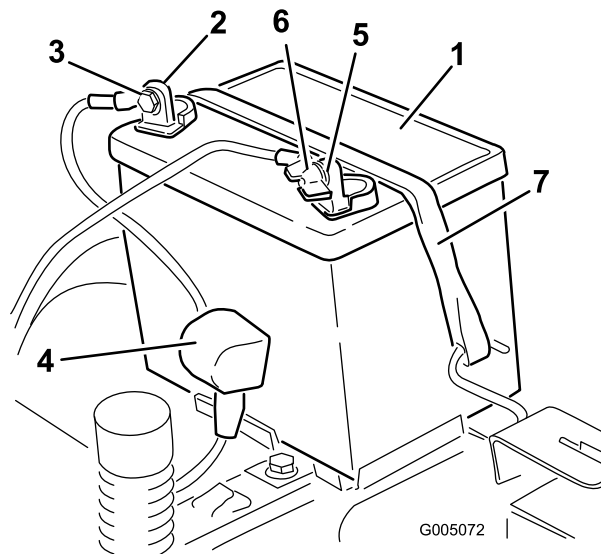

Figure 38
4. Débranchez le câble négatif (noir) de mise à la masse de la borne de la batterie (Figure 38). Mettez les fixations de côté.
5. Repoussez le capuchon en caoutchouc sur le câble positif (rouge). Débranchez le câble positif (rouge) de la borne de la batterie (Figure 38). Mettez les fixations de côté.
6. Enlevez la sangle de maintien de la batterie (Figure 38) et ôtez la batterie de son support.
1. Placez la batterie dans son support en tournant les bornes vers la position de fonctionnement (Figure 38).
5. Fixez la batterie en place à l'aide de la sangle de maintien (Figure 38).